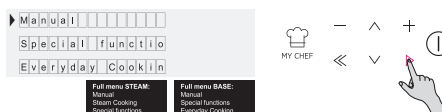

Afbeelding 4
- Stel de tijd in door op de toetsen PLUS en MIN te drukken. Druk op OK om door te gaan (Afbeelding 4).